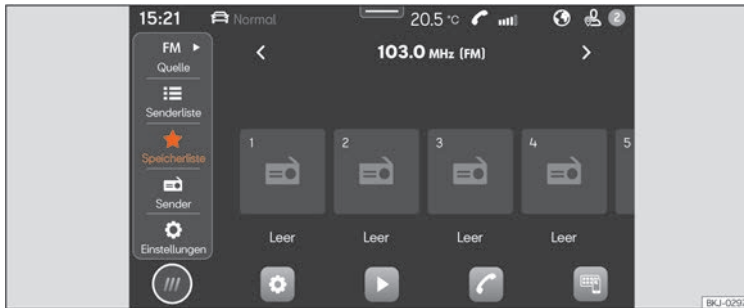

Abb. 129 Schematische Darstellung: Ansicht Radio
- Drücken Sie **HOME** > > **Abb. 129**.